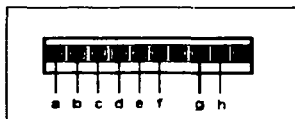

Figura 5.5 Terminales de entrada / salida.
2. Terminales de entrada / salida. Es un conector de 10 pines que permite la instalación de componentes de entrada salida como se observa en la figura 5.5 y estos son los siguientes: